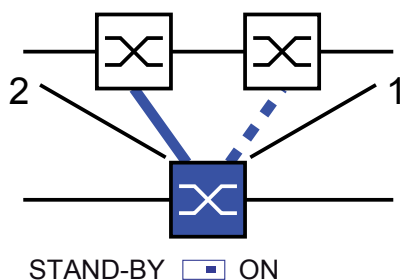

Abb. 9: Ein-Switch-Kopplung
- ☐ Wählen Sie die „Ein-Switch-Kopplung“ mit Hilfe des Dialog-Buttons mit der selben Grafik wie die untenstehende (siehe Abbildung 9).